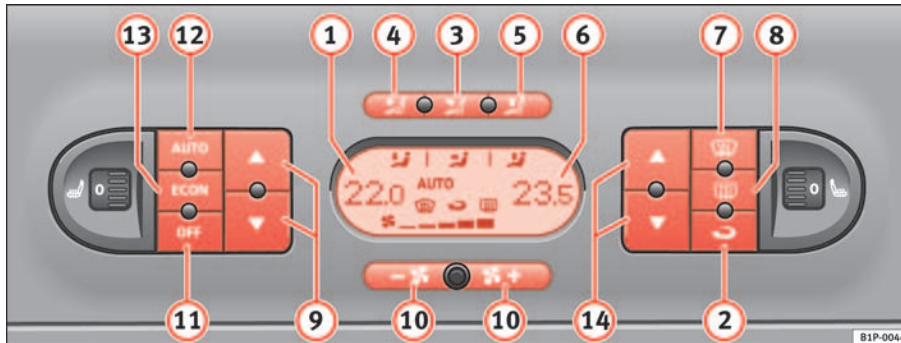

Abb. 110 In der Instrumententafel: Bedienelemente 2C-Climatronic
- Drücken Sie die Tasten der Temperaturregulierung ⇒ Seite 151, Abb. 110 9 oder 14 zur Einstellung der Temperatur auf der linken bzw. rechten Seite.
- Drücken Sie die Taste  ⇒ Seite 151, Abb. 110. Am Display erscheint die Anzeige „AUTO“.